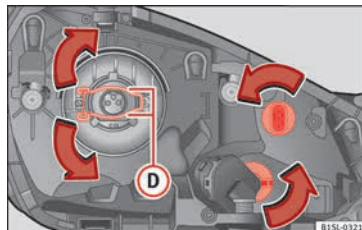

Abb. 85 Linker Scheinwerfer
3. Sicherungsbügel » Abb. 85 D in Pfeilrichtung nach unten drücken, zur Seite aushaken und wegklappen.
6. Glühlampe einsetzen, die Sicherungsbügel » Abb. 85 D zurückklappen und einhaken